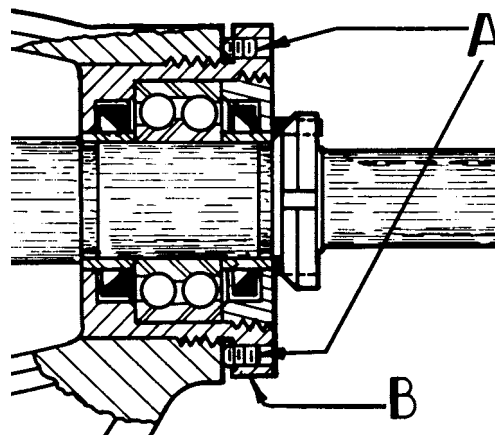

ABBILDUNG 5
8. Lösen Sie die zwei radial angeordneten Halteschrauben im Lagergehäuseflansch, und trennen Sie das Gehäuse vom Lagergehäuse. Untersuchen Sie die Verschlussteile an den Endkappen und am Lagergehäuse und wechseln Sie diese aus, wenn diese nicht in einwandfreiem Zustand sind. Achten Sie auf die Ausrichtung der Dichtlippen, siehe **Abbildung 5**.